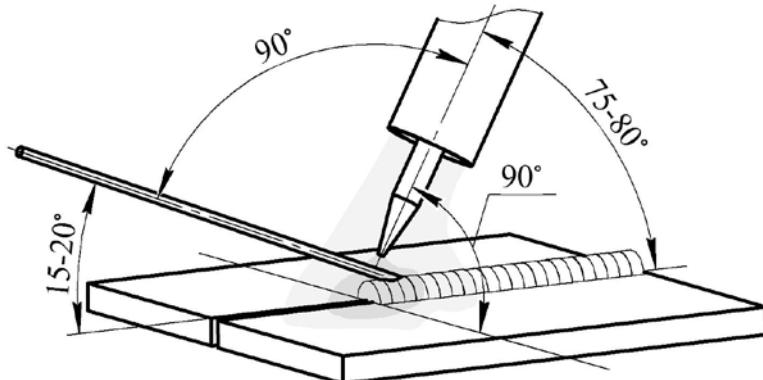

Рис. 13.8.1. Угол наклона горелки.
Сварку обычно выполняют справа налево. При сварке без присадочного материала электрод располагают перпендикулярно к поверхности свариваемого металла, а с присадочным материалом – под углом. Присадочный пруток перемещают впереди горелки (см. рис. 13.8.1).
**При аргонодуговой сварке также следует не забывать про противоположный угол наклона горелки (см. рис. 13.8.1). Это влияет на формирование сварочного шва. Страйтесь держать горелку под углом 90° (по отношению к линии шва).**